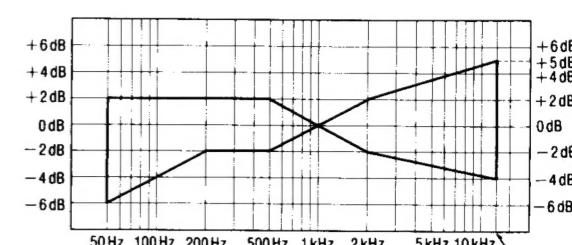

Fig. 8
6. Despues de eso, incrementar la señal grabada en la cinta virgen CrO₂ (QZZCRX) y la cinta virgen metálica (QZZCRZ) hasta 12,5kHz y ajustar de la misma manera como mencionado arriba y comprobar que el nivel de frecuencia esté dentro de la gama mostrada en la Fig. 8.